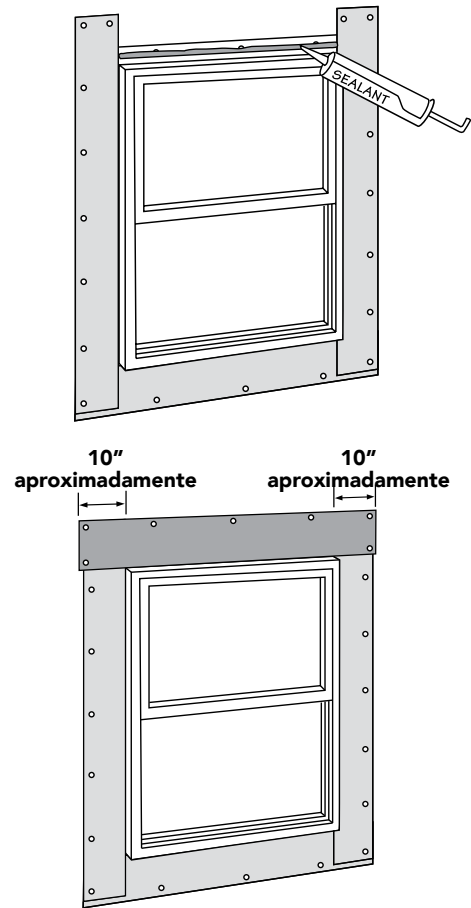

Figura 30
- Coloque un hilo continuo de sellador en las bridas de clavado de la parte superior de manera que cubra los clavos y las ranuras de clavado. Añada un hilo continuo de sellador horizontalmente, en línea con la parte superior del tapajuntas del dintel. Instale el tapajuntas del dintel oprimiendo el borde inferior del tapajuntas en el hilo de sellador que se aplicó previamente en toda la brida de montaje. Extienda los extremos del tapajuntas del dintel aproximadamente 1" (25.4 mm) para que sobresalga del tapajuntas del hastial en cada extremo. Sujete el tapajuntas del dintel en su lugar por todo el borde superior (Figura 30).